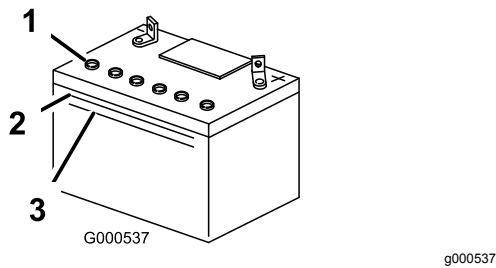

Figura 39
- Mire hacia el lateral de la batería. El electrolito debe llegar a la línea superior (Figura 39). No
permita que el electrolito esté por debajo de la línea inferior (Figura 39).
5. Retire los tapones de ventilación de la batería (Figura 39).
6. Vierta lentamente agua destilada en cada célula de la batería hasta que el nivel de electrolito llegue a la línea superior (Figura 39) de la caja de la batería.
7. Espere de cinco a diez minutos después de llenar las células de la batería. Añada agua destilada, si es necesario, hasta que el nivel de electrolito llegue a la línea superior (Figura 39) de la caja de la batería.